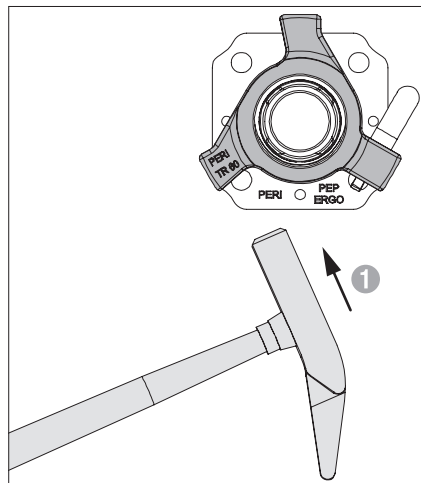

Fig. A2.01b
- martello sulle sporgenze direzionali (Fig. A2.01b)